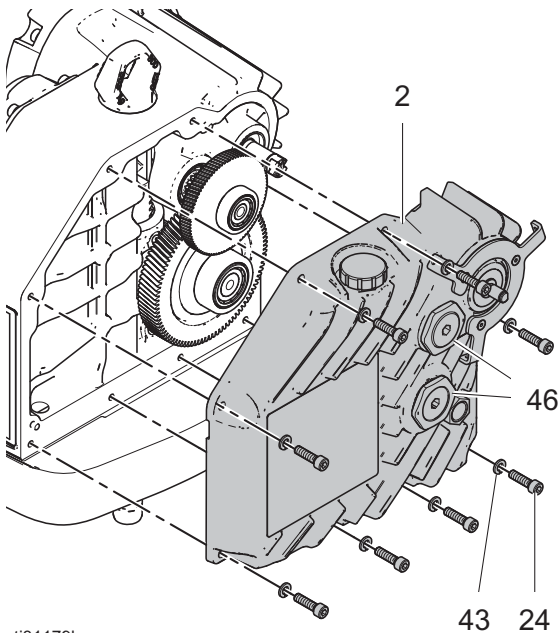

图 21: 拆除齿轮盖
3. 用 2 英寸扳手松开齿轮盖外侧的齿轮防松螺母 (46)，以便稍后拆卸。参见图 21。
4. 从齿轮盖 (2) 上拆下八个 6 毫米六角螺钉 (24) 和垫圈 (43)。